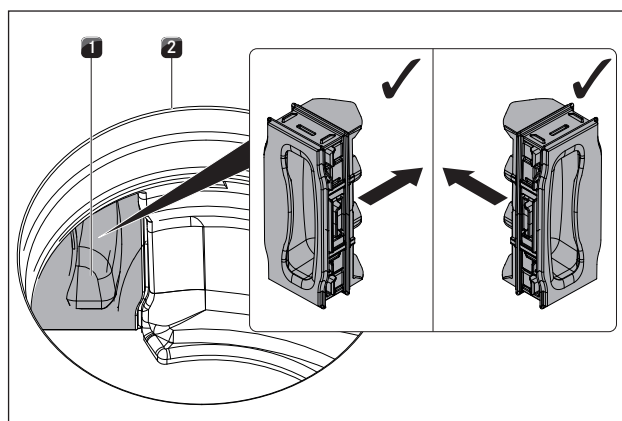

Fig. 8.11 Inserire la valvola di sostituzione del filtro
- ▶ Premere all'interno dell'apertura immissione aria la valvola di sostituzione del filtro fino al punto di blocco nell'apertura della cassetta del filtro (Inserire la valvola di sostituzione del filtro v.fig. 8.11).